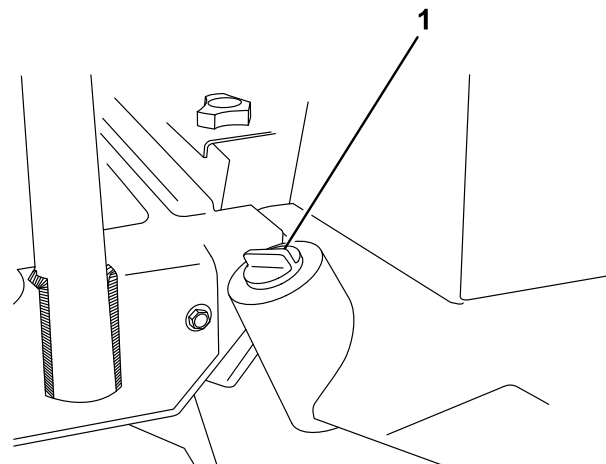

図 34
2. 油圧オイルタンクの注油口周辺をきれいに拭き、キャップ 図 34 を外す。給油口からキャップを取る。